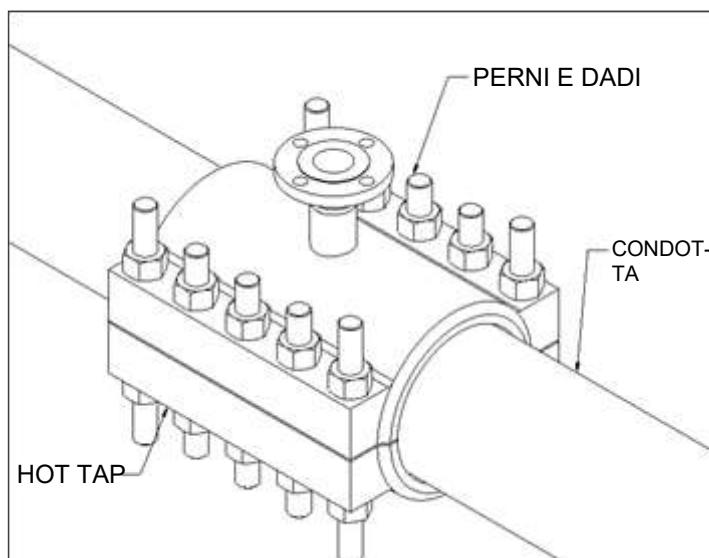

Figura 7
Questa sezione descrive la procedura di installazione per la PLIDCO Hot Tapping+Saddle standard con bulloni, senza estremità a morsetto, come mostrato nella Figura 7.
5. Inserire i prigionieri e i dadi nei fori degli Hot Tapping+Saddle come mostrato nella Figura 7. La maggior parte degli interventi di hot tap presenterà due diverse lunghezze dei prigionieri. Assicurarsi che i prigionieri più lunghi siano inseriti nei fori corretti. Le PLIDCO Hot Tapping +Saddle con 3 fori per lato devono avere i prigionieri più lunghi nei due fori centrali. Gli hot tap con più di 3 fori per lato devono avere i prigionieri più lunghi nei quattro fori agli angoli (vedere Figure 8 e 9). Questo aiuterà a unire il raccordo.